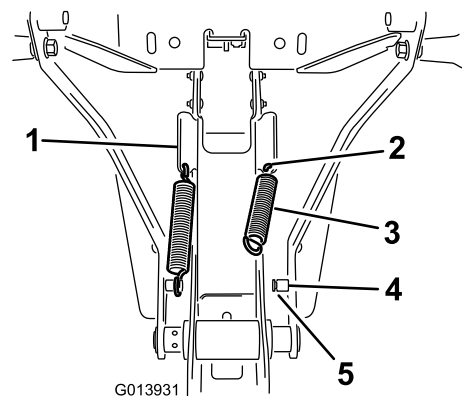

Figura 10
- Instale el muelle en el taladro del extremo inferior de la pestaña inclinada del lateral del bastidor (Figura 10).
- Enganche un extremo del muelle en el taladro y el otro extremo en el anclaje del muelle (Figura 10).
3. Asegúrese de que el extremo del muelle queda correctamente asentado en la ranura de la clavija (Figura 10).